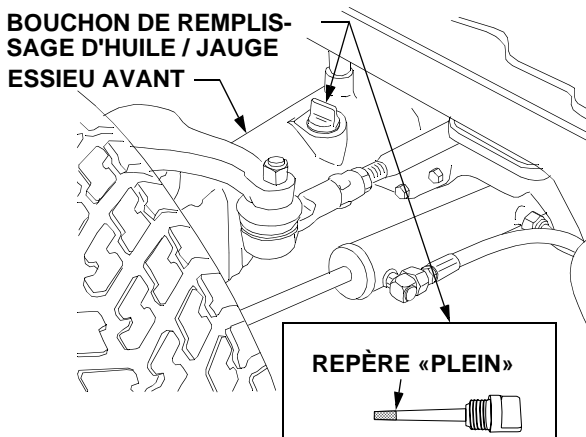
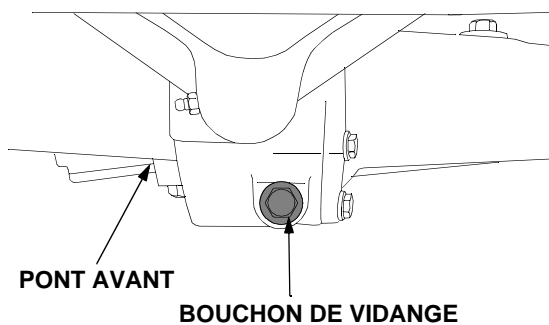

Figure 46
Figure 48
Le bouchon de remplissage d'huile / la jauge se trouve sur le côté gauche du carter d'essieu. Siehe Figure 46.
- Nettoyez la zone entourant le bouchon de remplissage / la jauge. Ceci empêche les impuretés de pénétrer dans le carter de l'essieu. Voir la Figure 46.
- Sortez la jauge et essuyez-la avec un chiffon propre. Réinsérez-la ensuite puis revissez le bouchon à fond. Dévissez-le puis sortez à nouveau la jauge pour lire le niveau d'huile. Le niveau d'huile doit toujours se trouver entre le bas et le repère «Plein» de la jauge (Voir la Figure 46).
- Pour empêcher que des salissures ne pénètrent dans le carter du pont avant, nettoyez les zones entourant le bouchon de remplissage d'huile / la jauge et le bouchon de vidange du pont, situé à l'avant en milieu de pont. Voir la Figure 46 et Figure 48.
- Dévissez le bouchon de remplissage / la jauge pour que l'air puisse pénétrer dans le carter, dévissez ensuite le bouchon de vidange et laissez l'huile couler dans le récipient. Remettez le bouchon de vidange en place une fois que l'huile ne coule plus. Voir la Figure 48.